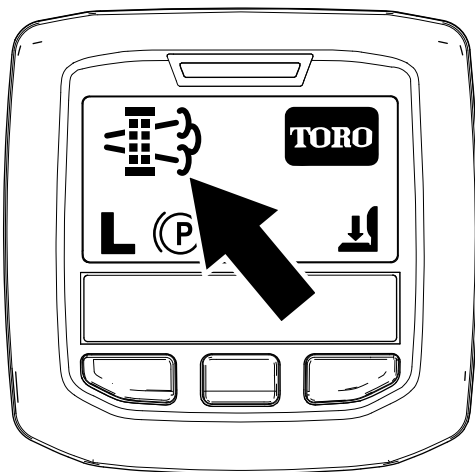

Рисунок 46
- Когда компьютер двигателя запрашивает стационарную или восстановительную регенерацию, на дисплее инфо-центра появляется значок запроса на регенерацию (Рисунок 46).